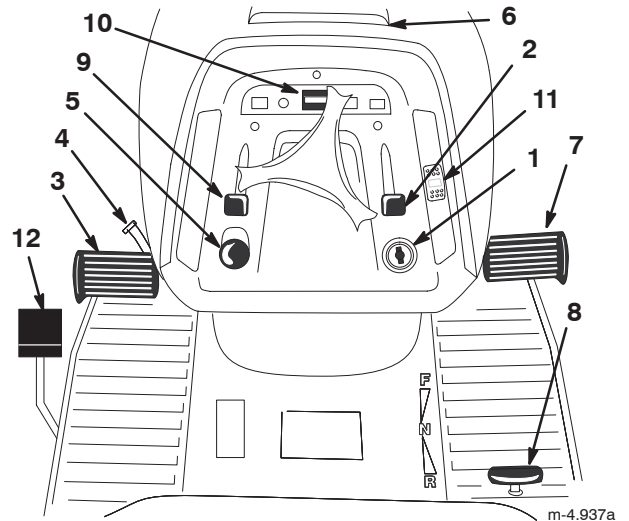

Bild 2
Machen Sie sich mit den Bedienelementen (Bild 2) vertraut, bevor Sie den Motor anlassen oder den Traktor einsetzen.
1. Drücken Sie das Bremspedal (Bild 2) durch und halten es in der gedrückten Position.
2. Drehen Sie den Feststellbremshebel (Bild 2) gegen den Uhrzeigersinn und nehmen den Fuß langsam vom Bremspedal.
1. Treten Sie auf das Bremspedal (Bild 2).
2. Drücken Sie den Tempomat-Schalter in die „Ein“-Stellung (Bild 2).
Der Betriebsstundenzähler befindet sich auf dem Instrumentarium (Bild 2) und zeigt die Anzahl der aufgelaufenen Betriebsstunden an.